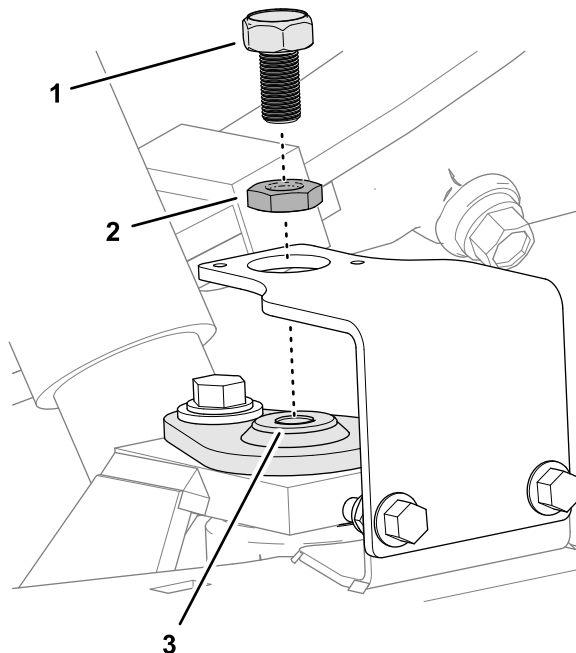

Figura 17
- Enrosque la contratuerca a fondo en el objetivo magnético (Figura 17).
- Enrosque el objetivo magnético en la parte superior del pivote de dirección (Figura 17).